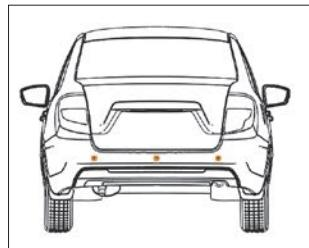

Рис. 43. Датчики парковки
**В варианте исполнения** автомобили оснащаются системой безопасной парковки парктроник (от англ. parktronic). Система поможет избежать досадных мелких аварий и следующих за ними материальных затрат. **Датчики парковки** (рис. 43) помогут Вам обнаружить опасное препятствие, невидимое из салона автомобиля.